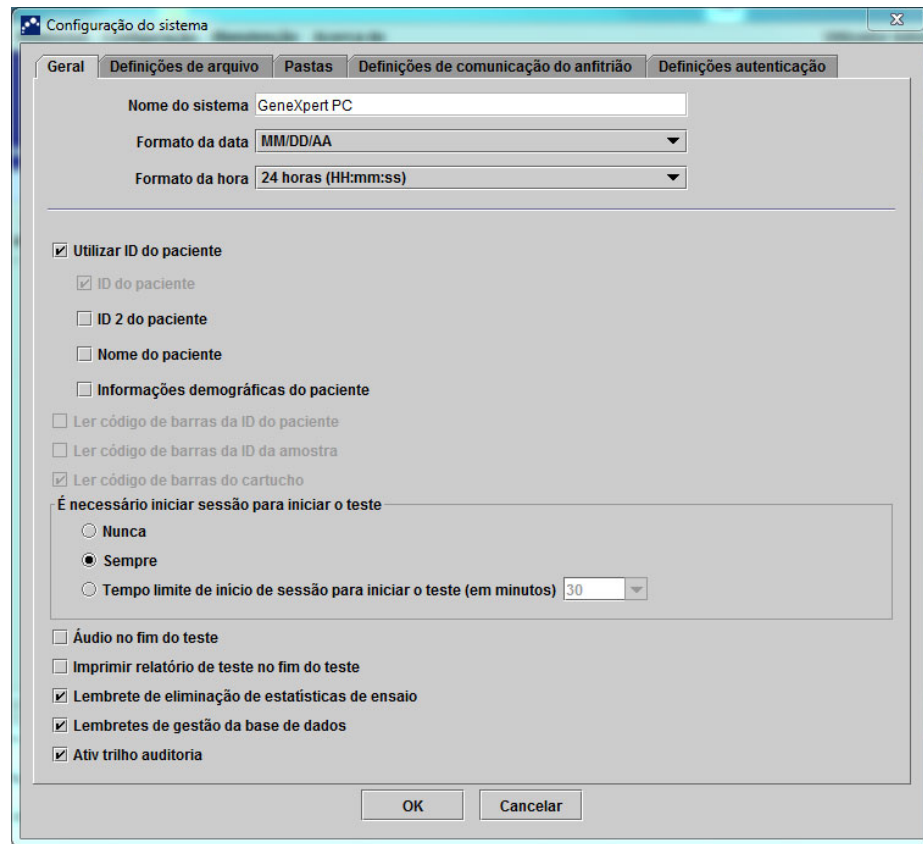

Figura 2-77. Caixa de diálogo de Configuração do sistema (separador Geral)
1. Na janela GeneXpert Dx System (consulte a figura 2-55), clique em **Configuração** na barra de menus e, em seguida, clique em **Configuração do sistema**. A caixa de diálogo Configuração do sistema abre-se e é apresentado o separador **Geral**. Consulte a figura 2-77.